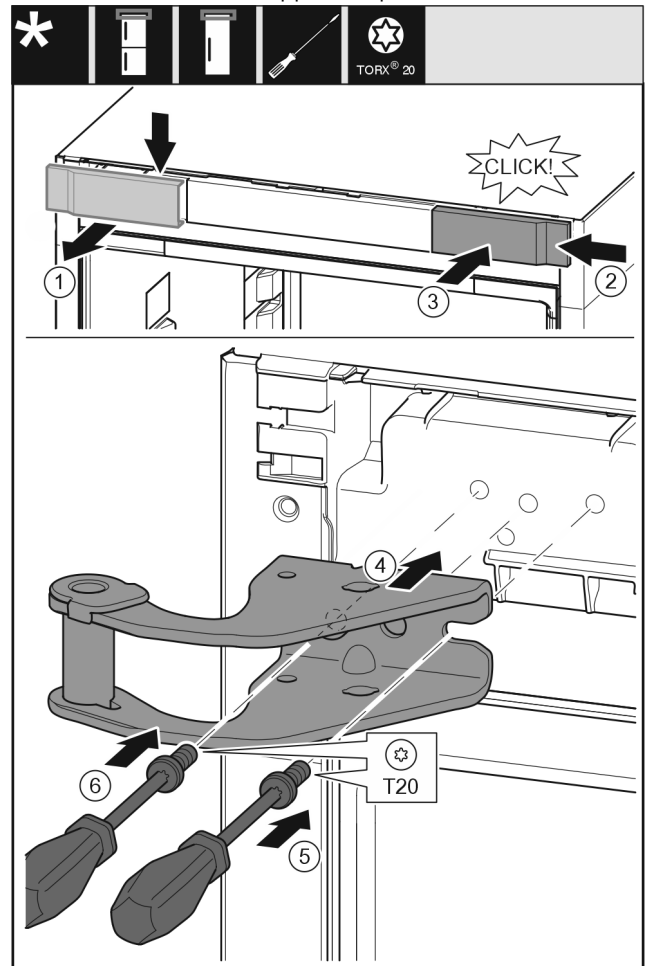

Fig. 10
- ▶ Retirer le cache du haut vers l'avant. Fig. 10 (1)
- ▶ Accrocher le cache tourné de 180° de l'autre côté de droite. Fig. 10 (2)
- ▶ Encliquer le cache. Fig. 10 (3)
- ▶ Mettre en place le support de palier supérieur. Fig. 10 (4)
- ▶ Mettre en place la vis avec un tournevis T20 et la serrer. Fig. 10 (5)
- ▶ Mettre en place la vis avec un tournevis T20 et la serrer. Fig. 10 (6)